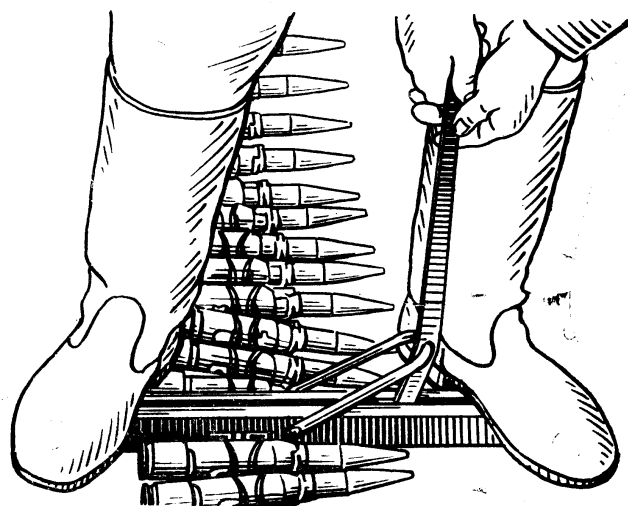

Рис. 23. Роз'єднання (з'єднання) стрічки до гармати за допомогою роз'єднувача 2А423.10.020
- приєднати знову споряджені стрічки до стрічки з патронами за допомогою роз'єднувача 2А423.10.0204 (Рис. 23);